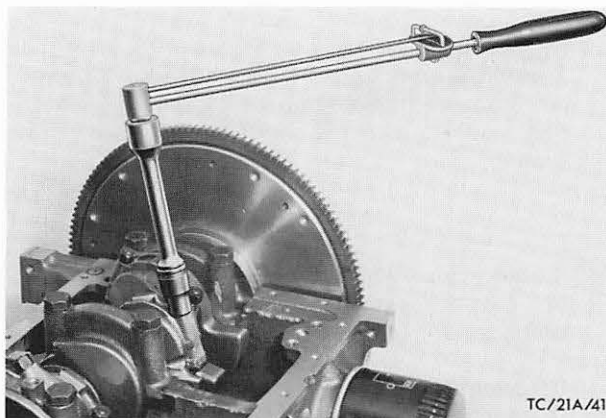

Abb. 167 Pleuelmuttern mit vorgeschriebenem Drehmoment festdrehen
53. Pleuel – Lagerdeckel komplett mit eingeölte Lagerschalen aufstecken. Pleuelmuttern mit vorgeschriebenem Drehmoment festdrehen, Abb. 167.